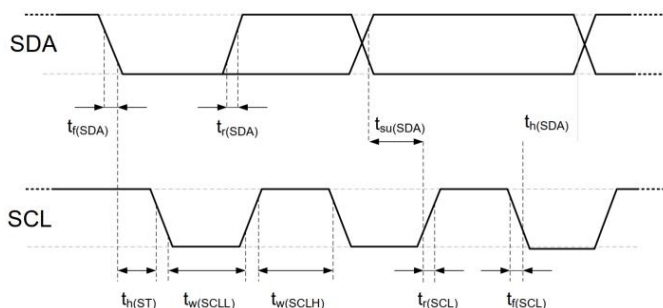

图9. 数字输入/输出端的时序图、缩略语在表 7 中进行了解释。较粗的SDA线由传感器控制、普通的SDA线由单片机控制。请注意SDA有效读取时间由前一个转换的下降沿触发。
SDA引脚用于传感器的数据输入和输出。当向传感器发送命令时，SDA在串行时钟（SCL）的上升沿有效，且当SCL为高电平时，SDA必须保持稳定。在SCL下降沿之后，SDA值可被改变。为确保通信安全，SDA的有效时间在SCL上升沿之前和下降沿之后应该分别延长至 T_{su} and T_{ho} -参考图9。当从传感器读取数据时，SDA在SCL变低以后有效 (TV)，且维持到下一个SCL的下降沿。
电气特性，如功耗、输入和输出的高、低电平电压等，依赖于电源供电电压。为了使传感器通讯顺畅，很重要的一点是，确保信号设计严格限制在表6、7和图9所给出的范围内）。
表7. I²C快速模式数字输入/输出端的时序特性。具体含义在图9有所显示, 除非另有注明。